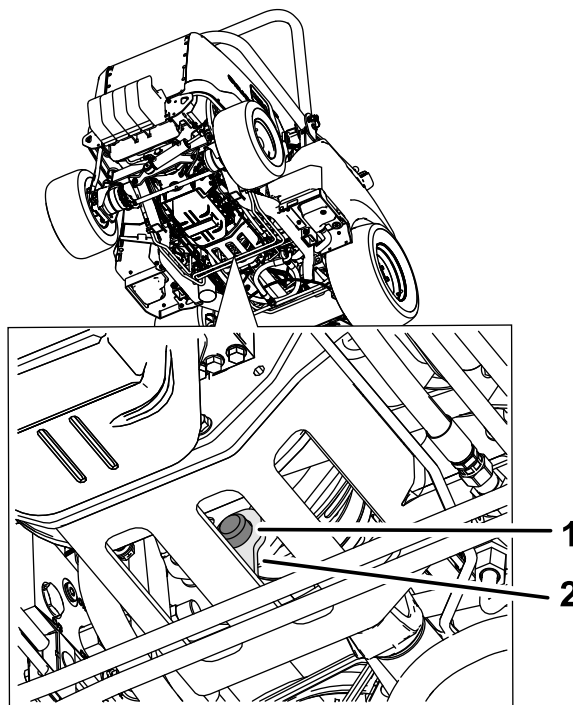

Figura 79
3. Rimuovete il paraurti in gomma dal fermo in metallo e dalla frizione (Figura 79).